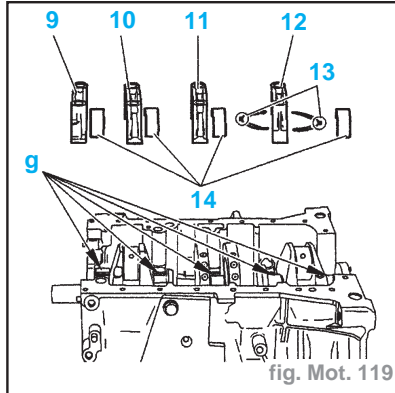

fig. Mot. 119
- Huiler (fig. Mot. 119) :
- les coussinets (14)